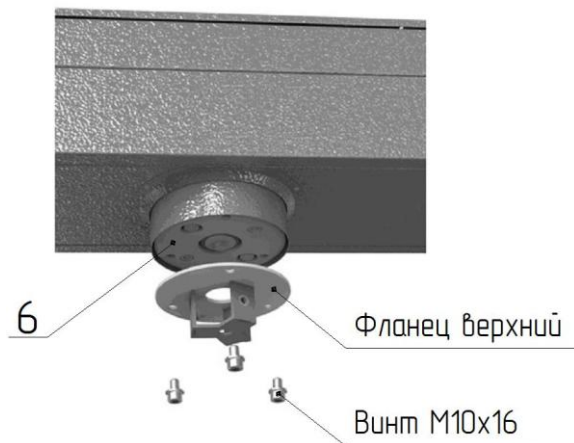

Рис. 3
2. Сборка центральной стойки (рис. 3, 4):
- установите на диск муфты привода (рис.3) верхний фланец центральной стойки и закрепите винтами М10х16; в первую очередь установите на посадочные плоскости фланцев лопасть с внутренними кронштейнами (рис.4) и закрепите винтами М8 (не затягивая их);